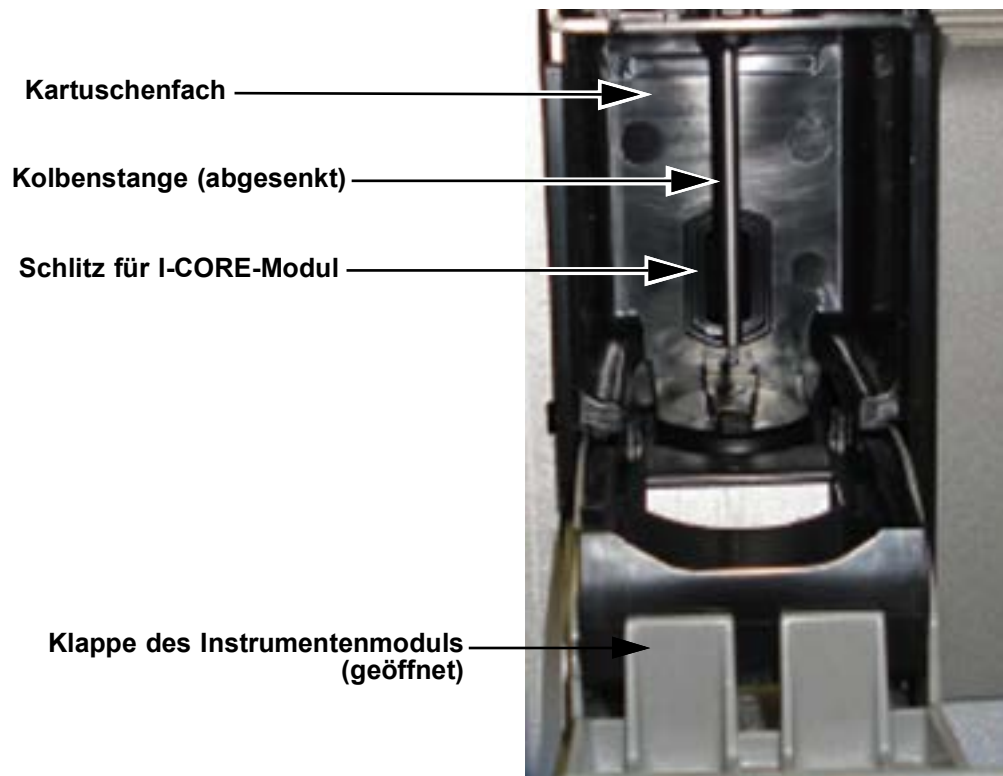

Abbildung 9-5. In das Kartuschenfach abgesenkte Kolbenstange
6. Im Dialogfeld „Kolbenwartung“ ändert sich die Beschriftung der Schaltfläche **Reinigen** zu **Hochfahren** (bzw., wenn die Schaltfläche **Alle reinigen** betätigt wurde, zu **Alle hochfahren**). Im Instrument werden die Kolbenstangen in den ausgewählten Modulen (oder allen Modulen, sollten Sie auf die Schaltfläche **Alle reinigen** geklickt haben) in die Kartuschenfächer abgesenkt. Vgl. Abbildung 9-5.
Das Eindringen von Flüssigkeit in das I-CORE-Modul kann zu Schäden am Modul führen. Berühren Sie nicht den Schlitz am I-CORE-Modul, über den der Kartuschen-Reaktionsbehälter eingeführt wird (vgl. Abbildung 9-5).